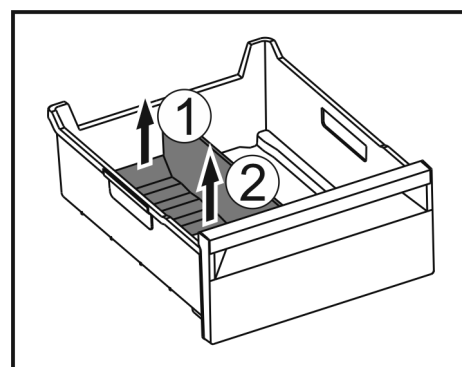

Fig. 143
- ▶ Hinteren Teil des Eisfach-Trenners anheben. Fig. 143 (1)
- ▶ Eisfach-Trenner nach oben entnehmen. Fig. 143 (2)